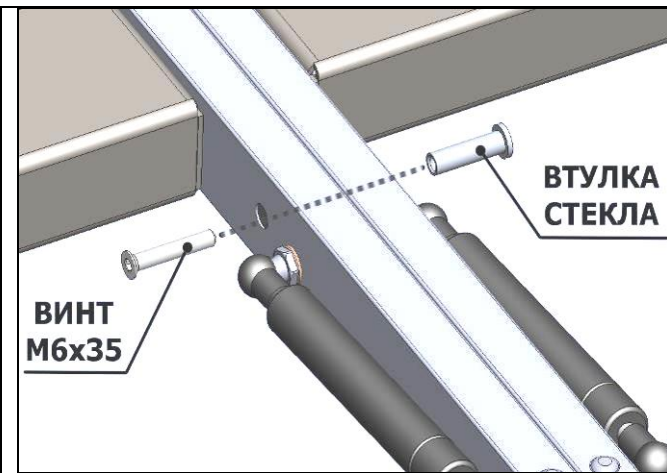

рис. 5
- через отверстие в кронштейнах суперструктуры при помощи втулки и винта M6x35 впотай (рис.5)